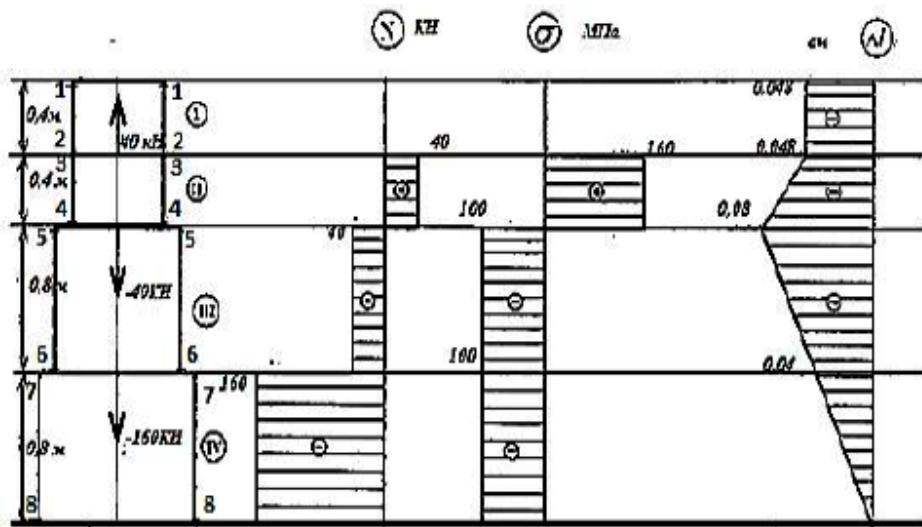

Рис.3.28. Схема побудови епюр до задачі 2
1. Визначаємо величину повздовжньої сили у характерних перерізах і будуємо епюру N (рис.3.28):
3. Визначаємо нормальні напруження у характерних перерізах і будуємо епюру (рис.3.28)